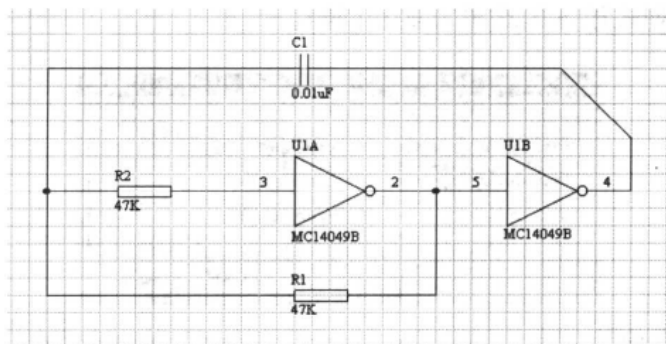
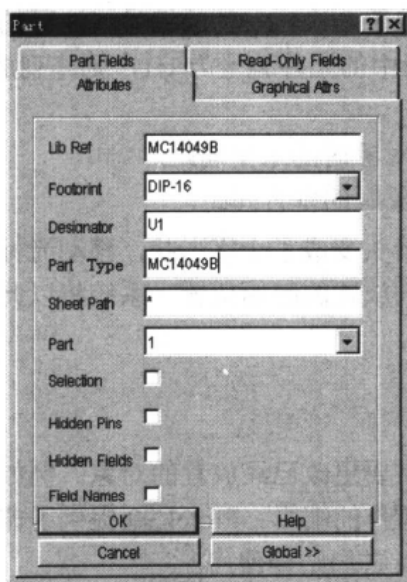
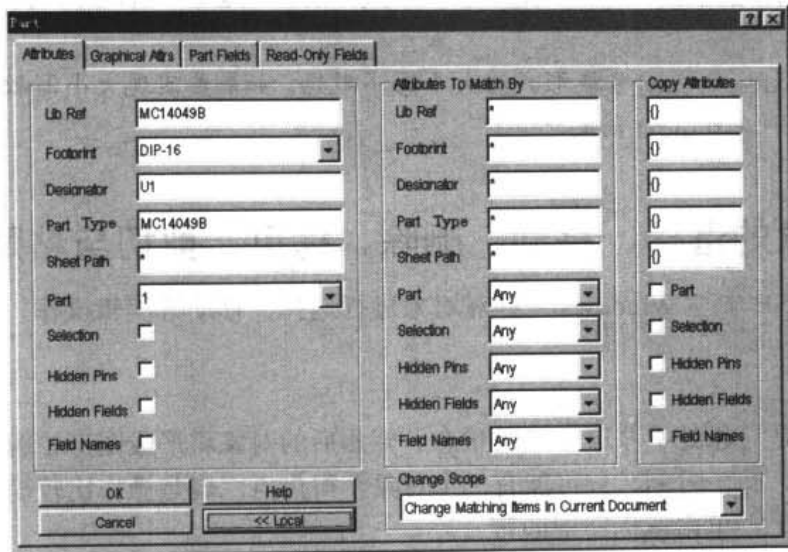

图 4-61 一个原理图实例
图 4-62 放置元件后的属性对话框
图 4-63 元件全局属性更改对话框
下面以实例讲述元件属性的编辑。先画出如图 4-61 所示的原理图。
双击图 4-61 中 U1A，弹出如图 4-62 所示的 Part（元件）属性对话框。
此对话框与 4-3 节放置元件的属性对话框基本一致。单击 Global 按钮，弹出如图 4-63 所示的元件全局属性设置对话框，可对原理图中符合要求的所有相同元件的属性进行编辑。
图 4-63 与图 4-62 相比，多了 3 个选项区域：Attributes To Match By（更改条件）、Copy Attribute（更改属性）和 Change Scope（更改作用范围）。图 4-62 对话框中的每一项在图 4-63 的 Attributes To Match By 和 Copy Attribute 选项区域中都有一项与之对应。
**Attributes To Match By 选项区域：**确定更改条件，设置修改对象的条件。如果选项区域内的某一项是字符串，可以使用通配符“?”和“\*”，“?”表示任何的单个字符，“\*”表示任何字符串，如图 4-63 中的“\*”就表示所有对象。例如，要更改所有编号为 U1、U2、U3 的元件，在 Designator（编号）选项区域中输入“U?”。如果某项是非字符串的，则每个选项区域都由下拉式列表框组成，单击其右边的下拉按钮，系统即提供了 3 种匹配条件如下：
**Copy Attribute 选项区域：**确定拷贝哪些属性。如果该选项区域内某项所对应的左边一列的项为下拉列表框，则此项相应的是复选框形式，如图 4-63 中的 Part、Selection。如果本选项区域内某项复选框打钩，则表示所有符合更改条件的对象的此项的值都会变成与左边对应项的值。如果该选项区域内某项所对应的左边一列为文本框，则此项内的值将输入到所有符合条件对象的相应项中，如图 4-63 中的 Lib Ref。例如，可以通过定义字符串的替换表达式来更改属性的一部分。字符串的替换格式为：{oldtext=newtext}。